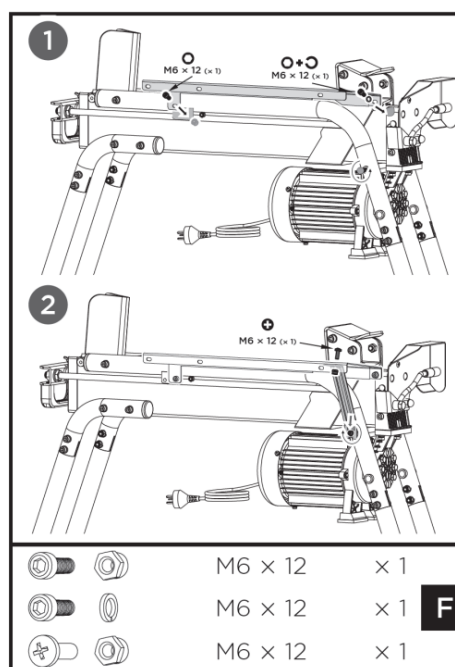

Fig. 6
1. Montare l'estremità destra della piastra di protezione inferiore (e) sul tappo posteriore della macchina utilizzando una vite a testa cilindrica M6x12 e una rondella elastica (F). Fissare l'estremità sinistra alla piastra di collegamento della guida del tubo con una vite a testa cilindrica M6x12 e un controdado M6 (F). Vedere la Fig. 6.
2. Allentare la vite a testa cilindrica M8x50 che fissa il tubo di contenimento dei tronchi (5) al tubo del corpo. Inserire l'estremità aperta del montante di supporto 2 (d) e serrare la vite. Collegare l'estremità superiore del montante di supporto 2 (d) alla piastra di protezione inferiore (e) utilizzando una vite a croce. Vedere la Fig. 6.